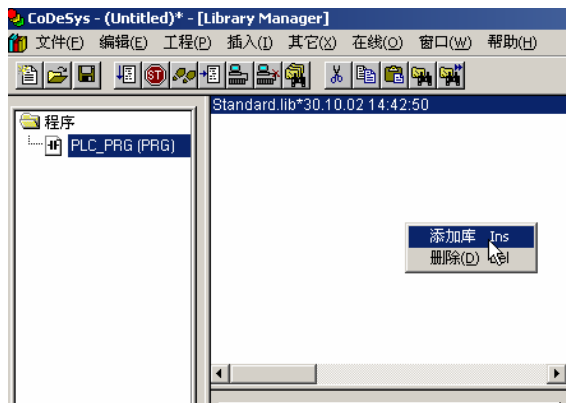

图 1-5-1
- ◆ 启动 PowerPro，选择“窗口/库管理器”，打开“库管理器”，在图 1-5-1 所示位置点击右键选择“添加库”。